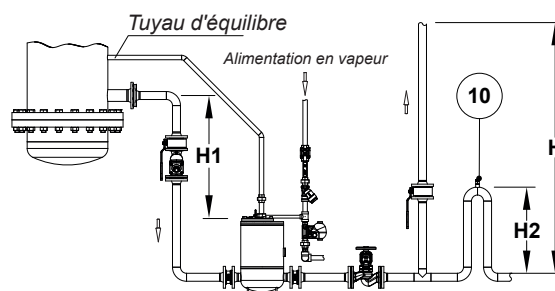

Fig. 3
Cette configuration fonctionne avec des unités dont la pression absolue minimale est de 0,2 bar (Fig. 3). Pour un fonctionnement correct, la tête de remplissage (H1) doit être comprise entre 1 et 2 mètres. L'élévation (H) doit être aussi minimale que possible, mais jamais inférieure à 1 mètre, sinon un siphon à hauteur (H2) est nécessaire. La vapeur doit être utilisée comme fluide moteur et sa pression maximale ne doit pas dépasser 3 bars.